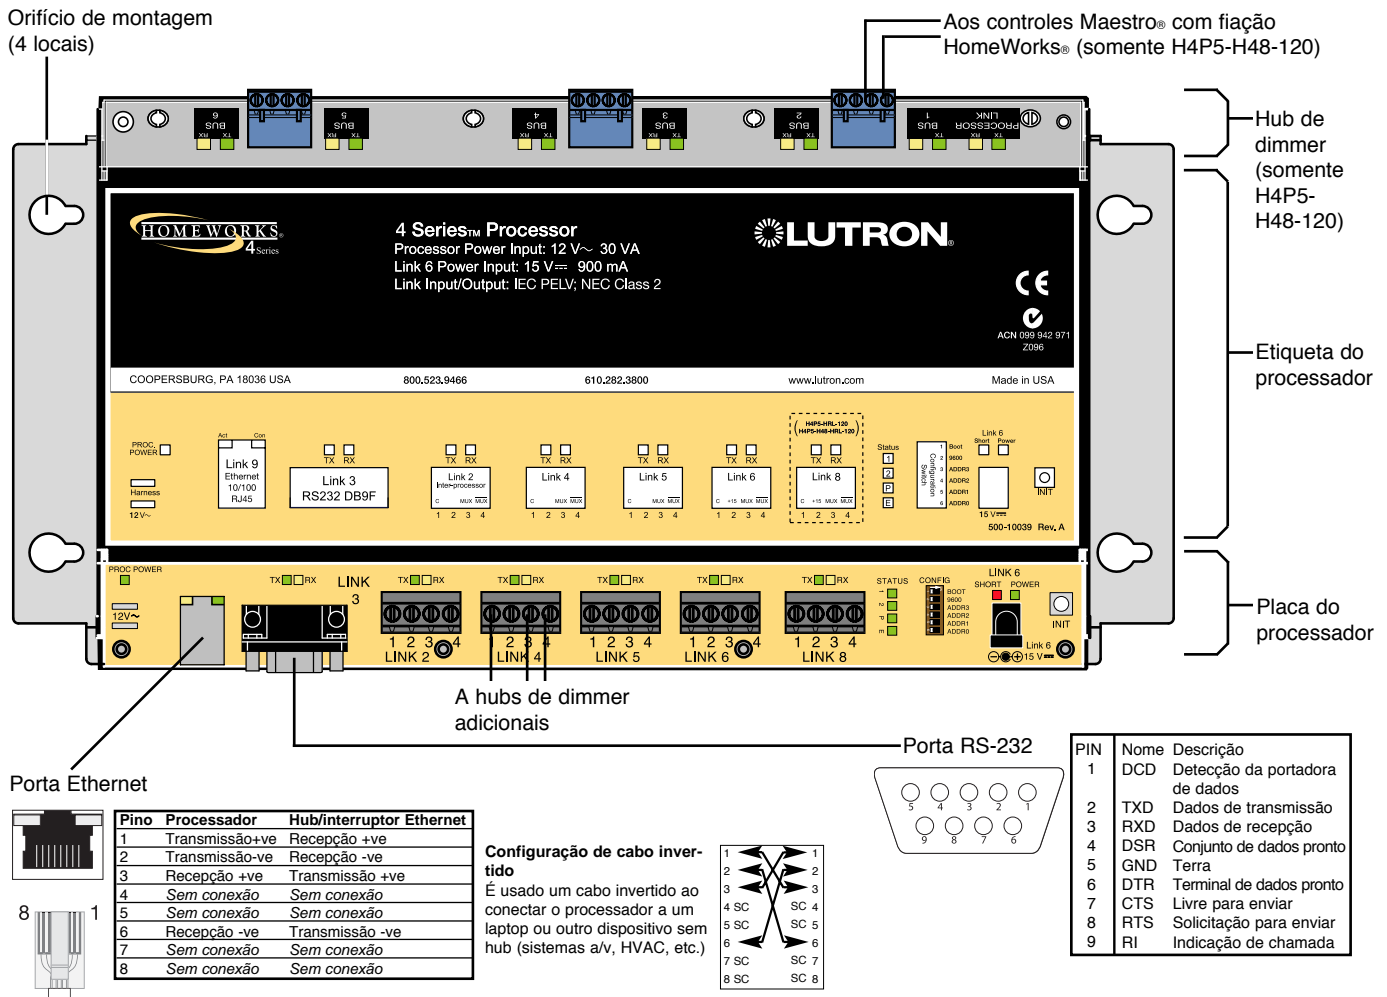

Figura 4 – Processador 4 Series™
4. **Conecte aos controles de iluminação do HomeWorks.** Somente para os modelos H4P5-H48-120 e H4P5-H48-HRL-120, conecte a fiação de comunicação dos dimmers *HomeWorks Maestro®* ao hub de dimmer instalado de fábrica (HWI-H48-120). Consulte a figura 4, página 15. Conecte os barramentos de acordo com as atribuições de barramento que foram feitas usando o software *HomeWorks Illumination*. As conexões cinza e violeta são marcadas na placa de circuito impressa.
13. **Conecte o link Ethernet.** Conecte um conector padrão RJ45 à entrada Ethernet do link 9 do processador para programação do sistema ou comunicação com outro equipamento. É necessário um cabo invertido para fazer a programação do sistema com conexão direta a um laptop. Caso seja conectado em uma rede, será usado um cabo padrão (veja a figura 4, abaixo). O LED laranja (ACT) acenderá quando houver sinais de Ethernet sendo transmitidos ou recebidos no link 9. O LED verde (CON) acenderá quando o link 9 estiver conectado a um hub/interruptor/roteador ou um computador. Para obter ajuda na configuração de um laptop para comunicar-se com o processador, consulte a Ajuda do software *HomeWorks Illumination*.